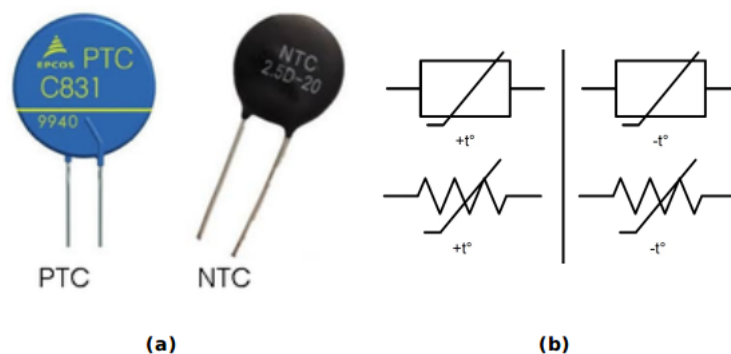

Figura 23: ((a)Exemplo dos componentes físicos "PTC"e "NTC". (b) Exemplo da simbologia dos componentes "PTC"e "NTC".
- Termistores (NTC e PTC) - De acordo com a variação da temperatura, ocorre a variação da resistência de forma acentuada. Caso a temperatura aumente, a resistência aumenta (PTC - Positive Temperature Coefficient). Na outra situação, onde a temperatura também aumenta, a resistência diminui (NTC - Negative Temperature Coefficient), conforme a Figura 23;